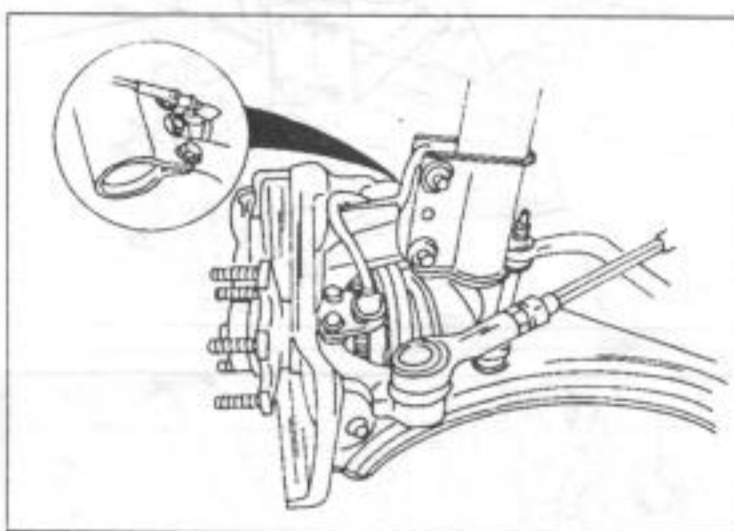

Рис.186.
- При установленном противоблокировочном устройстве отвинтить датчик числа оборотов колеса от поворотного кулака. Он находится на указанном на рис.186 месте.